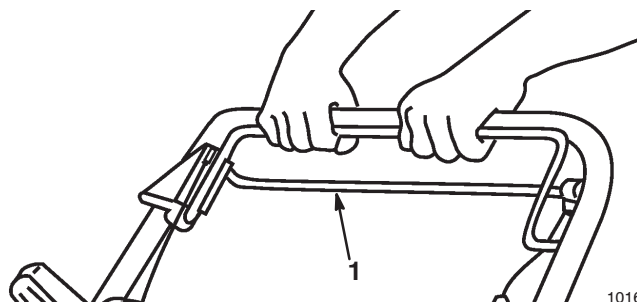

Figure 71
2. Pour débrayer le système d'autopropulsion, relâcher la barre de commande (Fig. 71).